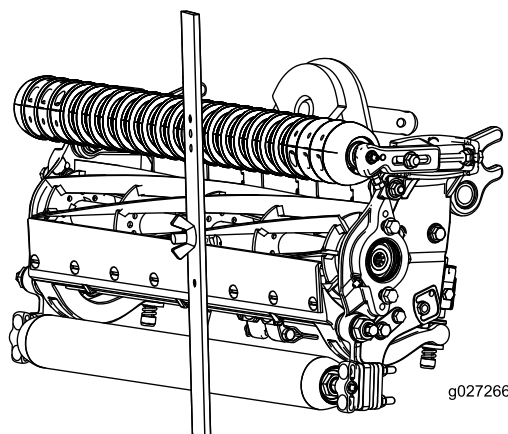

図 17
4. ゲージバーのネジ頭を下刃の切っ先に引っかけ、バーの後端を後ローラに当てがう 図 17。
5. バーの前端がローラに当たるように、調整ネジで調整する 図 17。ローラ全体が下刃と平行になるように、ローラの両側を均等に調節する。